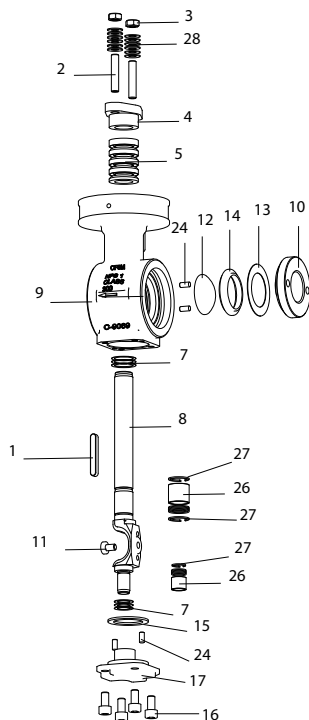
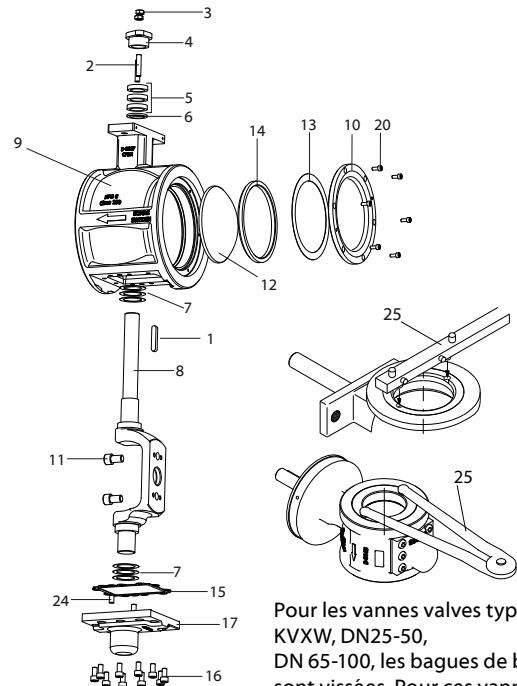

Fig.6-8
Fig. 6-10
Pour les vannes valves type KVTW ou KVXW, DN25-50, DN 65-100, les bagues de blocage sont vissées. Pour ces vannes, il est recommandé d'utiliser l'outil spécial, prévu à cet effet, pour desserrer la bague de blocage (→ Fig. 6-10/25.).
1. Retirer la bague de blocage (→ Fig.6-8/10, 6-9/10) à l'aide de l'outil prévu à cet effet (→ Fig.6-10/25).
2. Retirer la rondelle ressort (→ Fig.6-8/13) et le siège (→ Fig.6-8/14).
1. Desserrer les vis (→ Fig.6-10/20) et retirer la bague de blocage (→ Fig.6-10/10).
Pour les vannes valves type KVTW ou KVXW, DN25-50, DN 65-100, les bagues de blocage sont vissées. Pour ces vannes, il est recommandé d'utiliser l'outil spécial, prévu à cet effet, pour desserrer la bague de blocage (→ Fig.6-10/25).
2. Retirer la rondelle ressort (→ Fig.6-10/13) et le siège (→ Fig.6-10/14).
1. Desserrer les vis (→ Fig.6-10/11) et retirer la plaque de recouvrement (→ Fig. 6-10/13) ou utiliser un outil spécial (Fig. → 6-10/25) et retirer la plaque de recouvrement (→ Fig. 6- 8/13, 6-9/13).
Pour les vannes valves type KVTW ou KVXW, DDN25-50, DN 65-100 les bagues de blocage sont vissées. Pour ces vannes, il est recommandé d'utiliser l'outil spécial, prévu à cet effet, pour desserrer la bague de blocage (→ Fig.6-10/25).
2. Retirer la rondelle ressort (→ Fig.6-8/13) ou (→ Fig.6-10/13) et le siège (→ Fig.6-8/14) ou (→ Fig.6-10/14) andet pour les vanne à siège PTFE, enlever le support de siège (→ Fig.6-10/14a).
4. Desserrer alternativement les vis (→ Fig.6-8/11) ou (→ Fig.6-10/11) à l'aide d'une clé alène.
5. Retirer le secteur sphérique (→ Fig.6-8/12 ou (→ Fig.6-10/12).
2. Lubrifier les vis (→ Fig. 6-8/11, 6-9/11, 6-10/11) de fixation du secteur sphérique sur l'axe avec de la pâte au bisulfite de molybdène.